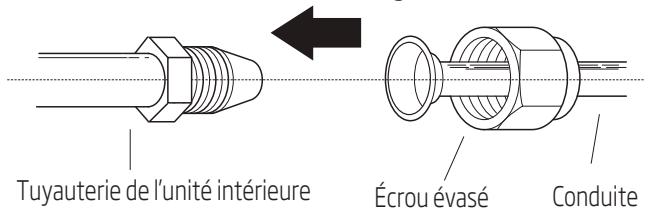

Fig. 6.7
1. Alignez le centre des deux conduites à raccorder. Voir Fig. 6.7.